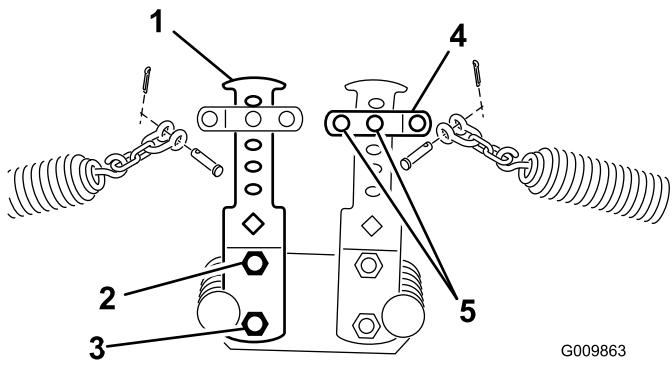
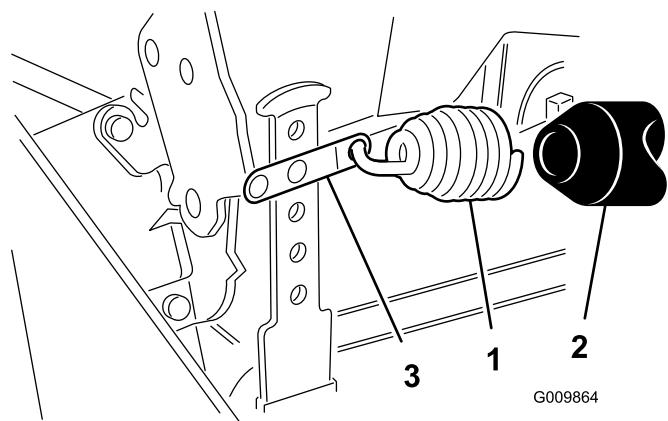

図 15
図 16
- スプリングの反対側の端部を前後のカウンターバランスタブ(図 15 と図 16)の適切な穴(選択方法は以下を参照)に引っ掛ける(チェーン付きスプリング・シャックル、クレビス、クレビス・ピン、コッターピンを使用)。
5. スプリングの反対側の端部を上から2つ目の穴に取り付ける； チェーン付きスプリング・シャックル、クレビス、クレビス・ピン、コッターピンを使用 (図 15)。
6. 後カウンタバランス・アームには、スプリング他端をスプリング・シャックルの2番目の穴に取り付ける前に、スプリング部分にビニル・カバーを取り付ける (図 16)。
8. 先ほど取り外したボルトとナットを使ってカウンタバランス・アームの下部をフレームに固定する。一番上のボルトを締め付ける (図 15)。